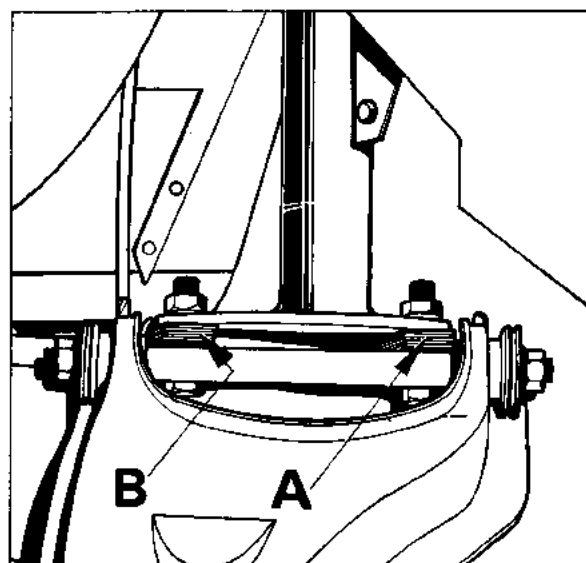

Fig. 14
- Stel de wijzer van de schijf (D) in op het "0"-merkteken.
- Breng de luchtbel m.b.v. de kartelknop (E) binnen de merktekens (F).
- Verdraai de schijf (D) zodanig dat de luchtbel binnen de merktekens (F) wordt gebracht.
- Lees bij (G) de positieve of negatieve casterhoek af.
- Correctie vindt plaats door vulplaatjes tussen de bovenste traverse en de assen van de bovenste wieldraagamen te plaatsen (fig.14); (A) achterste vulplaatjes - (B) voorste vulplaatjes.
- Zoek op de dik getekende horizontale lijn de waarde op welke het teveel of tekort aan camber aangeeft (A).
- Zoek op de dik getekende verticale lijn de waarde op welke het teveel of tekort aan caster aangeeft (B).
- Bepaal aan de hand van deze 2 punten het punt (C).
- De ononderbroken lijn die het dichtst langs het punt (C) gaat, wijst de dikte (D) aan van de vulplaatjes welke toegevoegd of verwijderd moeten worden bij het achterste afstelpunt (A) (fig. 14).
- De stippellijn die het dichtst langs het punt (C) gaat, wijst de dikte (E) aan van de vulplaatjes welke toegevoegd of verwijderd moeten worden bij het voorste afstelpunt (B) (fig. 14).